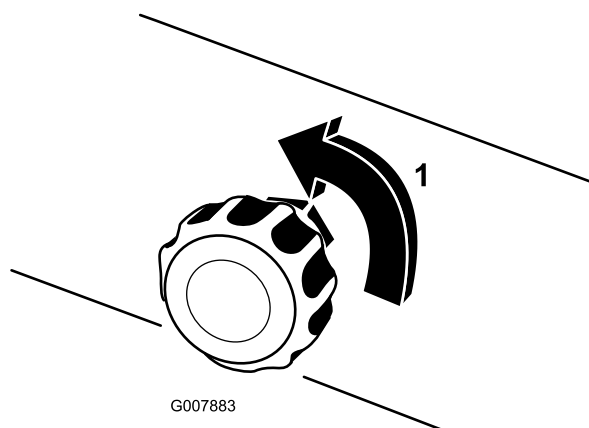

Figure 30
5. Pour le fonctionnement initial, ouvrez la valve de réglage de densité de 1/8 à 1/4 de tour (Figure 30).